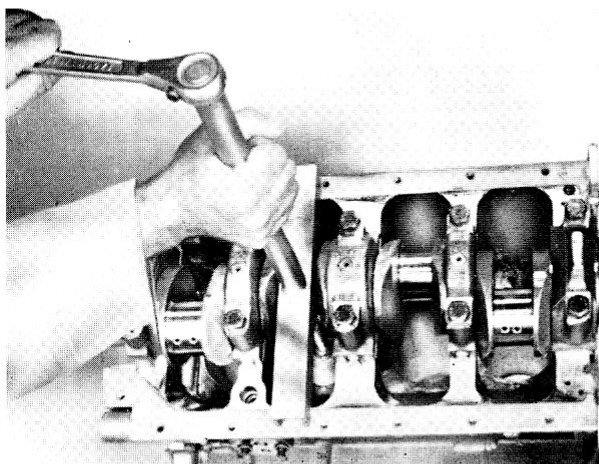

Fig. 29
- 6° Placer la traverse du MITI en appui sur le plan de joint du bloc-cylindres (fig. 29).
Serrer jusqu'à emmanchement complet de la chemise (fig. 29).